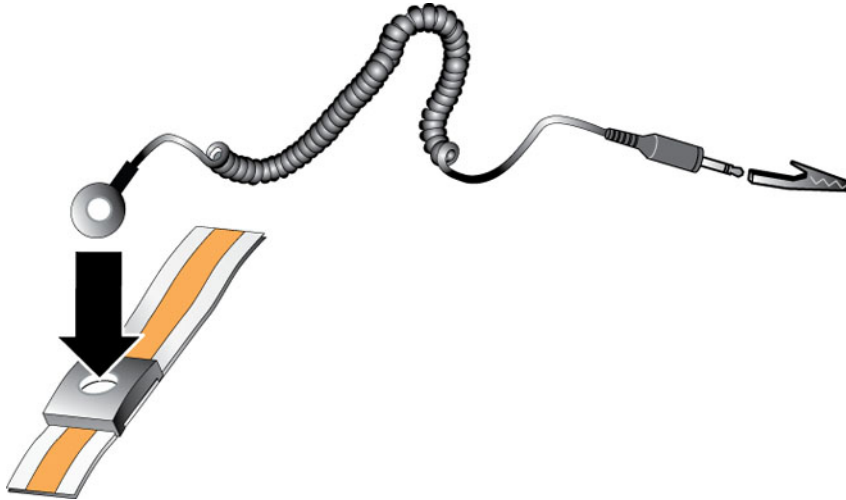

図 1. 静電気防止用リストバンドの使い方
1. コイルコードにあるスチール製の留め金をゴムバンドの留め金具に接続します。 図 1 を参照してください。